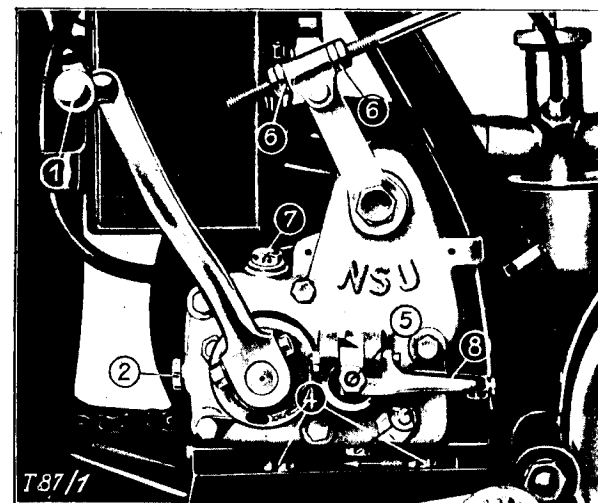

Abb. 12
2. Das Getriebe ist mit SHELL Ambroleum durch die Einfüllschraube 7 in Abb. 12 aufgefüllt. (Inhalt ca. 320 ccm.) Die Maschine verläßt die Fabrik mit gefülltem Getriebe. Diese Füllung ist für ca. 2500 km Fahrt ausreichend. Der richtige Stand kann durch die seitlich angebrachte Kontrollschraube 2 in Abb. 12 geprüft werden.
3. Oberen Vergaserregulierhebel 6 rechts am Lenker schließen und unteren Vergaserregulierhebel 5 etwa ¼ öffnen. Bei Lichtbatteriezündung erst die Zündung einschalten. Durch kräftiges Heruntertreten des Starterhebels 1 (Abb. 12) den Motor anwerfen. Die Regulierung erfolgt durch den Gashebel nach Bedarf und ist bei warmem Motor der obere Hebel zu öffnen. Motor nicht zu schnell und unnötig am Stand laufen lassen.
Vor der Neuauffüllung des Getriebes durch die obere Einfüllschraube 7 ist das alte Fett zuvor durch die untere Ablassschraube 3 (in Abb. 12) zu entfernen. Dann spült man mit Petroleum oder Waschbenzin das Getriebe aus. Das neu einzufüllende Fett wird zweckmäßig erwärmt oder mit einer Fettpresse eingefüllt.
Die Primär-Kette vom Motor zum Getriebe wird durch Verschieben des Getriebes nachgespannt (Abb. 12). Nachdem die Bremsstange hinten abgenommen wurde, löse man die 2 großen Muttern 4 an der Getriebebrücke und schiebe das Getriebe in die gewünschte Stellung, bis eine mäßige Spannung der Kette erreicht ist. Auf richtigem Kettenlauf ist, des großen Verschleißes wegen, zu achten. Die Getriebemuttern 4 sind sehr kräftig wieder anzuziehen.
Durch das Verschieben des Getriebes ist es nötig, die Schaltung wieder richtig einzuregulieren. Man löse zu diesem Zwecke die beiden Muttern 6 in Abb. 12 und rücke am Getriebe den 2. Gang ein.
(s. Abb. 12 und 13)
Macht sich nach längerem Gebrauch ein Schleifen der Kupplung bemerkbar, so kann dieselbe verölt sein oder die Druckstange hat nicht mehr genügend Spiel, da die Lamellen abgenützt sind. Die Druckspindel 5 in Abb. 12 muß so eingestellt sein, daß am Kupplungshebel 8 etwas Spiel vorhanden ist und trotzdem noch vollständig ausgekuppelt werden kann.